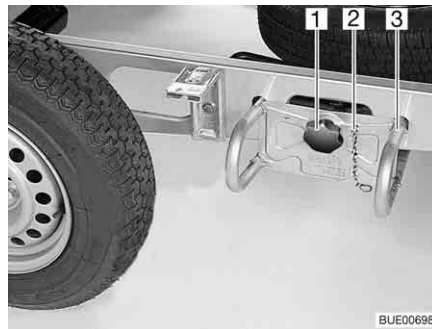

Bild 221 Ersatzrad-Halterung
- Die Sicherungskette (Bild 221,2) aushängen.
- Den Sterngriff (Bild 221,1) lösen und herausdrehen.
- Den Ersatzrad-Halter (Bild 221,3) ca. 10 cm weit herausziehen und am Boden ablegen.